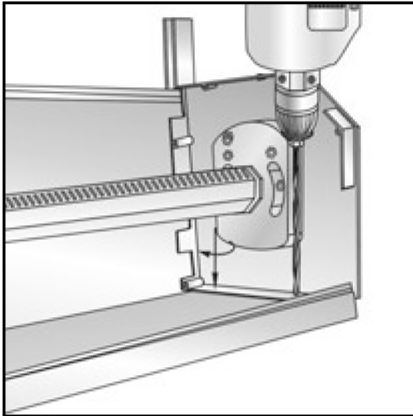

рис. 9
- 2.8. При встроенном монтаже сверлить по два отверстия в верхней отбортовке каждой крышки (рис.9);